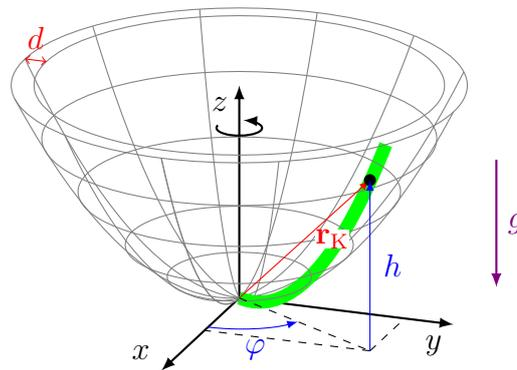

Abbildung 1: Parabolische Schale mit Punktmasse.
beschrieben, die Dicke der Schale sei  $d$ , die Höhe (in  $z$ -Richtung)  $H$  und ihre Masse  $m_S$  (homogene Dichte). Die Schwerkraft wirkt in negativer  $z$ -Richtung. Die Schale kann reibungsfrei um die  $z$ -Achse rotieren. Die Kugel sei mit der (masselosen) grün gezeichneten Führungsschiene an einem bestimmten Winkel an der Schale im Bereich  $\varepsilon < z < H$ ,  $\varepsilon > 0$ , fixiert. Wird nun die Kugel als Punktmasse angenommen, ergeben sich die generalisierten Koordinaten  $h$  und  $\varphi$ , wie in Abbildung 1 dargestellt, für dieses System.
- b) Stellen Sie den Ortsvektor  $\mathbf{r}_K$  vom Ursprung des in Abbildung 1 eingezeichneten Koordinatensystems zur Kugel als Funktion der generalisierten Koordinaten  $h$  und  $\varphi$  auf und bestimmen Sie dessen Geschwindigkeit. 1.5 P. |